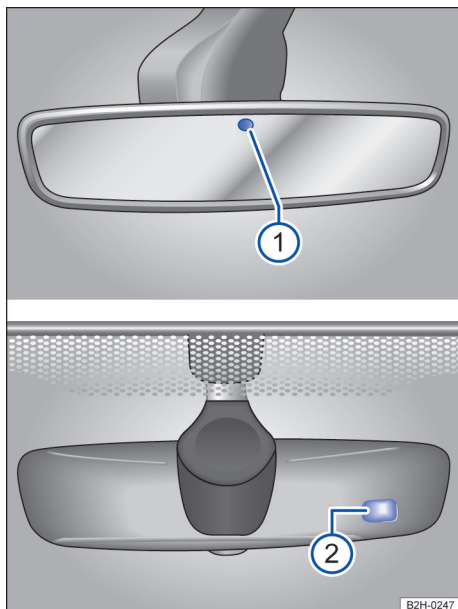

Fig. 85 No para-brisa: espelho retrovisor interno com antiofuscante automático.
- ◀ Com a ignição ligada, os sensores medem a incidência traseira → Fig. 85 ① e dianteira ② da luz. Dependendo dos valores medidos, o espelho interno tem efeito ofusca-